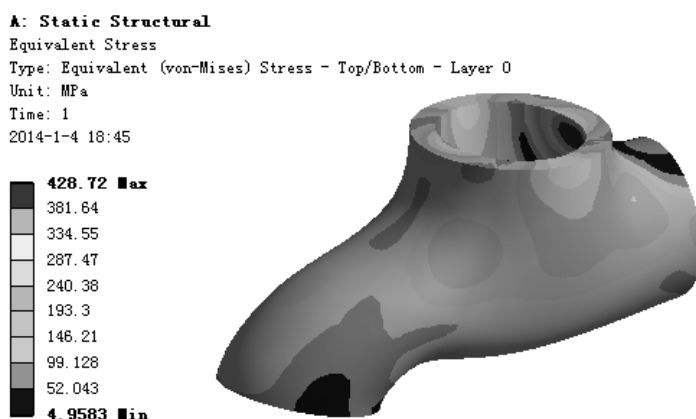

图 9.4.13 应力结果图解
(1) 求解分析。在顶部工具栏中单击  按钮求解分析。
(2) 查看应力结果图解。在“Outline”窗口中选中  **Equivalent Stress**，查看图 9.4.13 所示的应力结果，其最小应力为 4.9583 MPa，其最大应力为 428.72MPa。